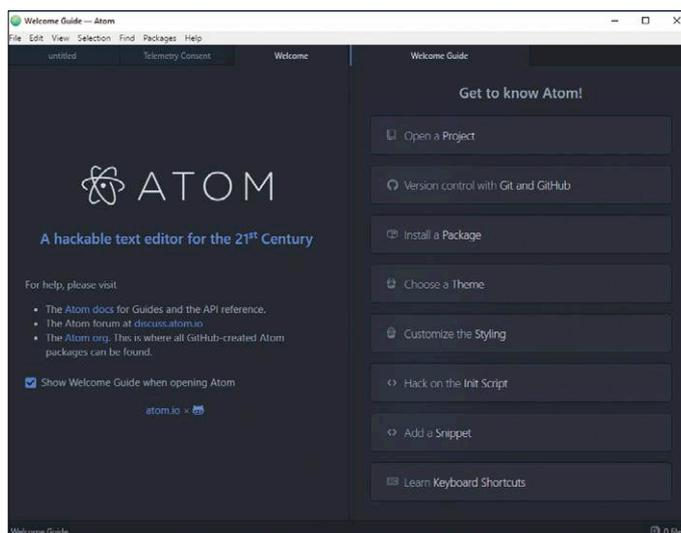

Fig. 1. On peut intégrer des modules supplémentaires (*Packages*) dans l'éditeur de texte Atom.
*Package* sous l'onglet de droite (fig. 1). Puis on clique sur le bouton bleu *Open Installer* et l'on saisit *platformio-ide* dans le champ de recherche de l'onglet qui vient de s'ouvrir. On confirme avec *Entrée*. Dans la liste de sélection apparaissent diverses extensions PlatformIO ; nous choisissons *platformio-*